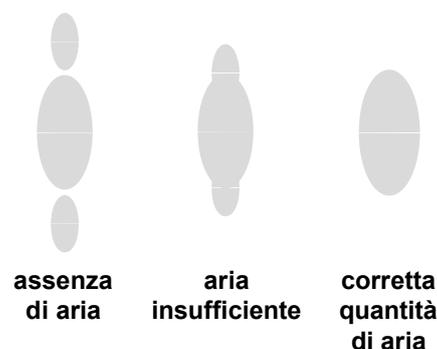

FIG. 7
- Vedere FIG. 7. Impostare la pressione dell'aria di atomizzazione a circa 35 kPa (0,35 bar, 5 psi) quando attivata. Verificare la distribuzione della spruzzatura e poi aumentare lentamente la pressione dell'aria in modo che i baffi di spruzzatura siano completamente nebulizzati e concentrati nella distribuzione dello spruzzo. Non superare una pressione dell'aria alla pistola di 0,7 MPa (100 psi, 7 bar).